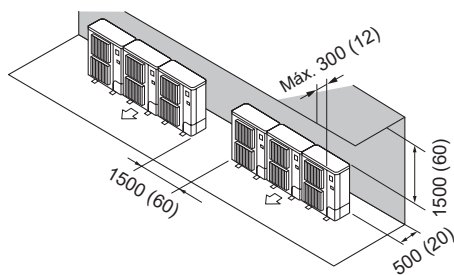

Fig. 2-13
(2) Obstáculos sólo en la parte trasera y superior (Fig. 2-13)